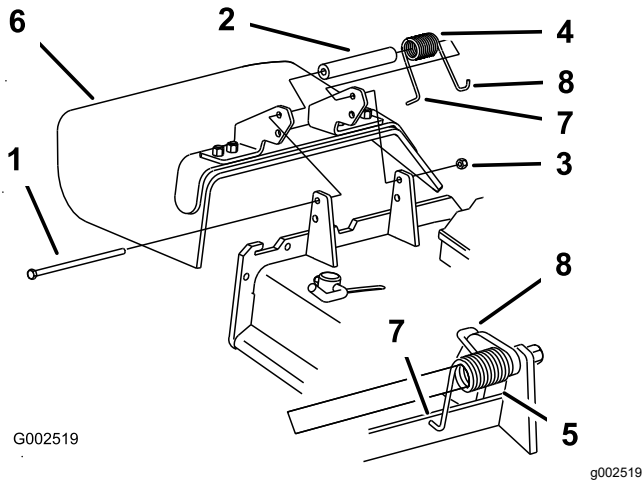

Bild 57
1. Entfernen Sie die Sicherungsmutter, Schraube, Feder und das Distanzstück, mit denen das Ablenkblech an den Drehhalterungen befestigt ist (Bild 57).
Hinweis: Stellen Sie sicher, dass sich das L-Ende der Feder hinter der Mähwerkkante befindet, bevor Sie die Schraube einsetzen, siehe Bild 57
5. Führen Sie das J-förmige Hakenende der Feder um das Ablenkblech (Bild 57).